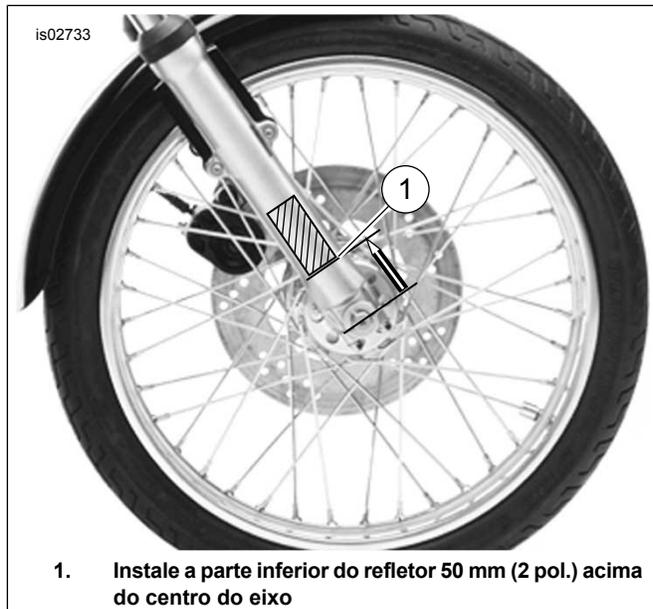

Figura 2. Colocação do refletor
- Remova a película de um dos lados da fita adesiva dupla-face. Posicione a fita na parte de trás do refletor e aperte-a firmemente no local. Retire a película restante da fita adesiva. Coloque o refletor na posição no tubo externo do garfo como mostrado na Figura 2, e pressione-o firmemente no lugar. Repita o procedimento para o tubo externo do garfo do outro lado.